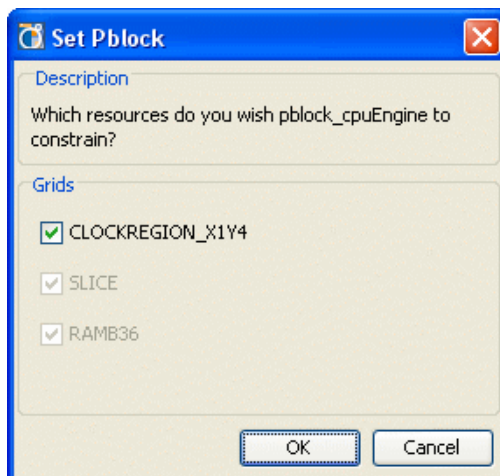

図 10-7 : [Set Pblock] ダイアログ ボックスで Pblock をクロック領域として定義
2. 図 10-7 の [Set Pblock] ダイアログ ボックスで [OK] をクリックし、Pblock の範囲をクロック領域 (CLOCKREGION_X) として定義します。